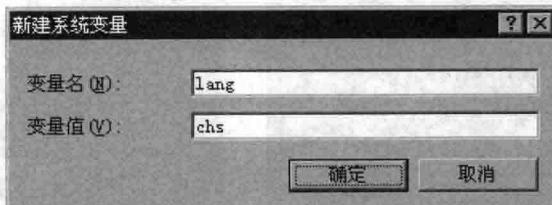

图 1.2.5 “新建系统变量”对话框
- 步骤 05** 在图 1.2.5 所示的“新建系统变量”对话框中，创建 为 lang、 为 chs 的系统变量。